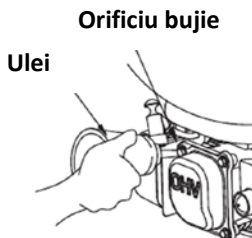

Fig.14
3. Turnati o lingura (5-10 ml) de ulei de motor curat in cilindru. (Fig. 14)